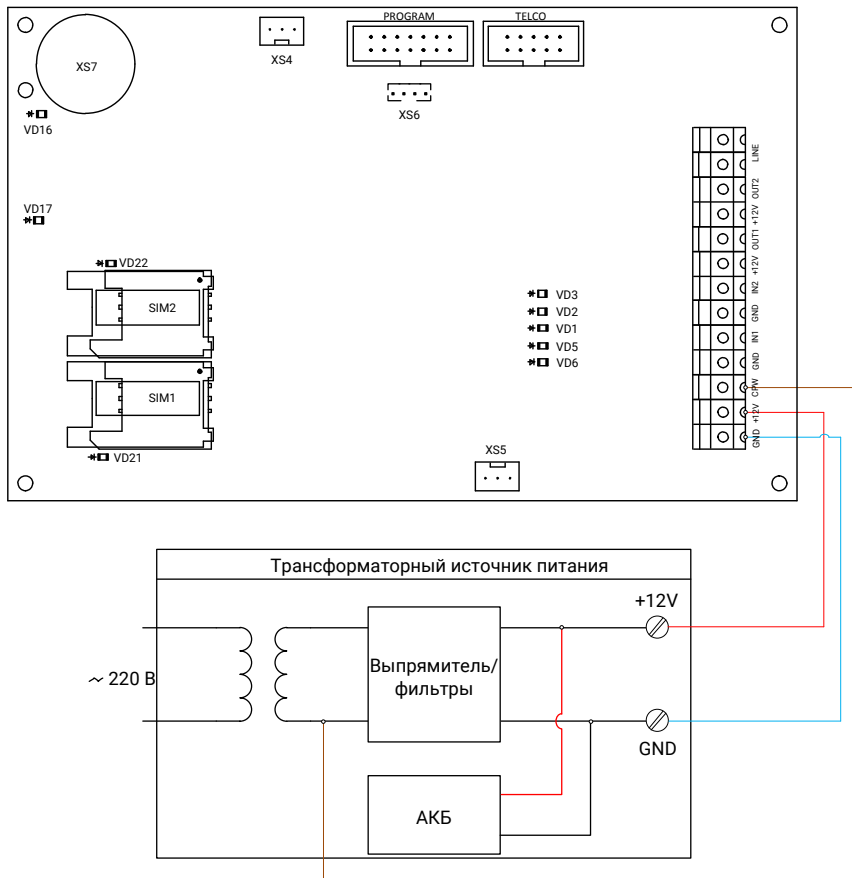

Рисунок 4. Схема подключения трансформаторного источника питания стороннего производителя
- *При использовании трансформаторного источника питания - подключите клемму панели «CPW» ко вторичной обмотке трансформатора источника питания (см. рис. 4);*